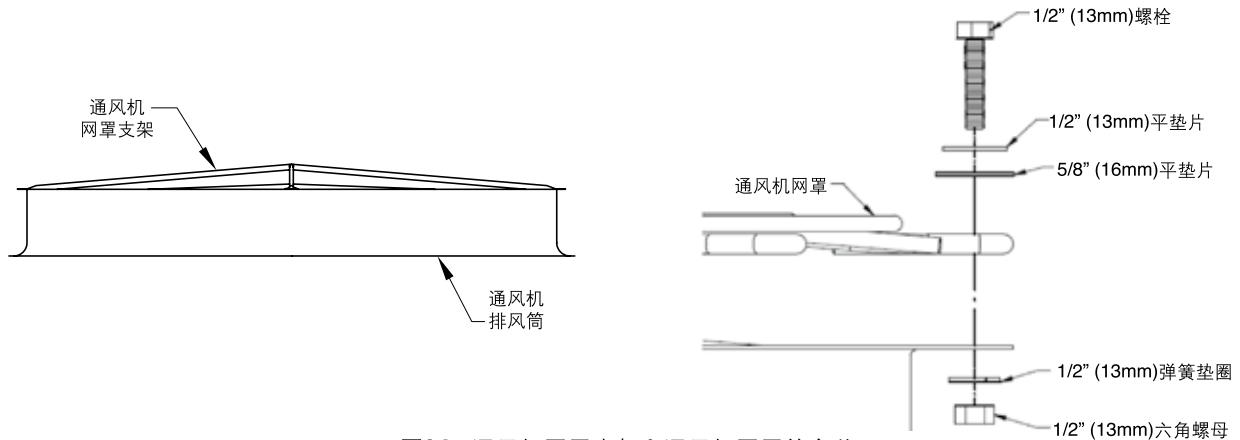

图24 - 通风机网罩支架和通风机网罩的安装
1. 将通风机网罩支架架在排风筒顶部（见图24）。
4. 把通风机网罩的每一个孔和排风筒上的孔固定在一起（见图24）。在支架与排风筒相接触的4*个点上，用螺栓将支架、排风筒和通风机网罩连接在一起。